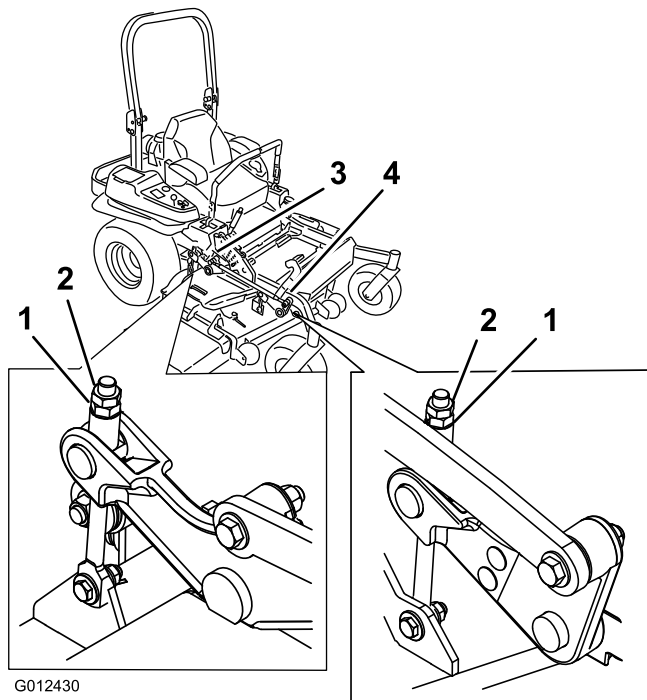

Bild 89
10. Drehen Sie die Einstellmutter am Frontmähwerkhub, um eine genaue Einstellung zu erreichen (Bild 89).
16. Drehen Sie die Einstellmutter am Frontmähwerkhub, um eine genaue Einstellung zu erreichen (Bild 89).